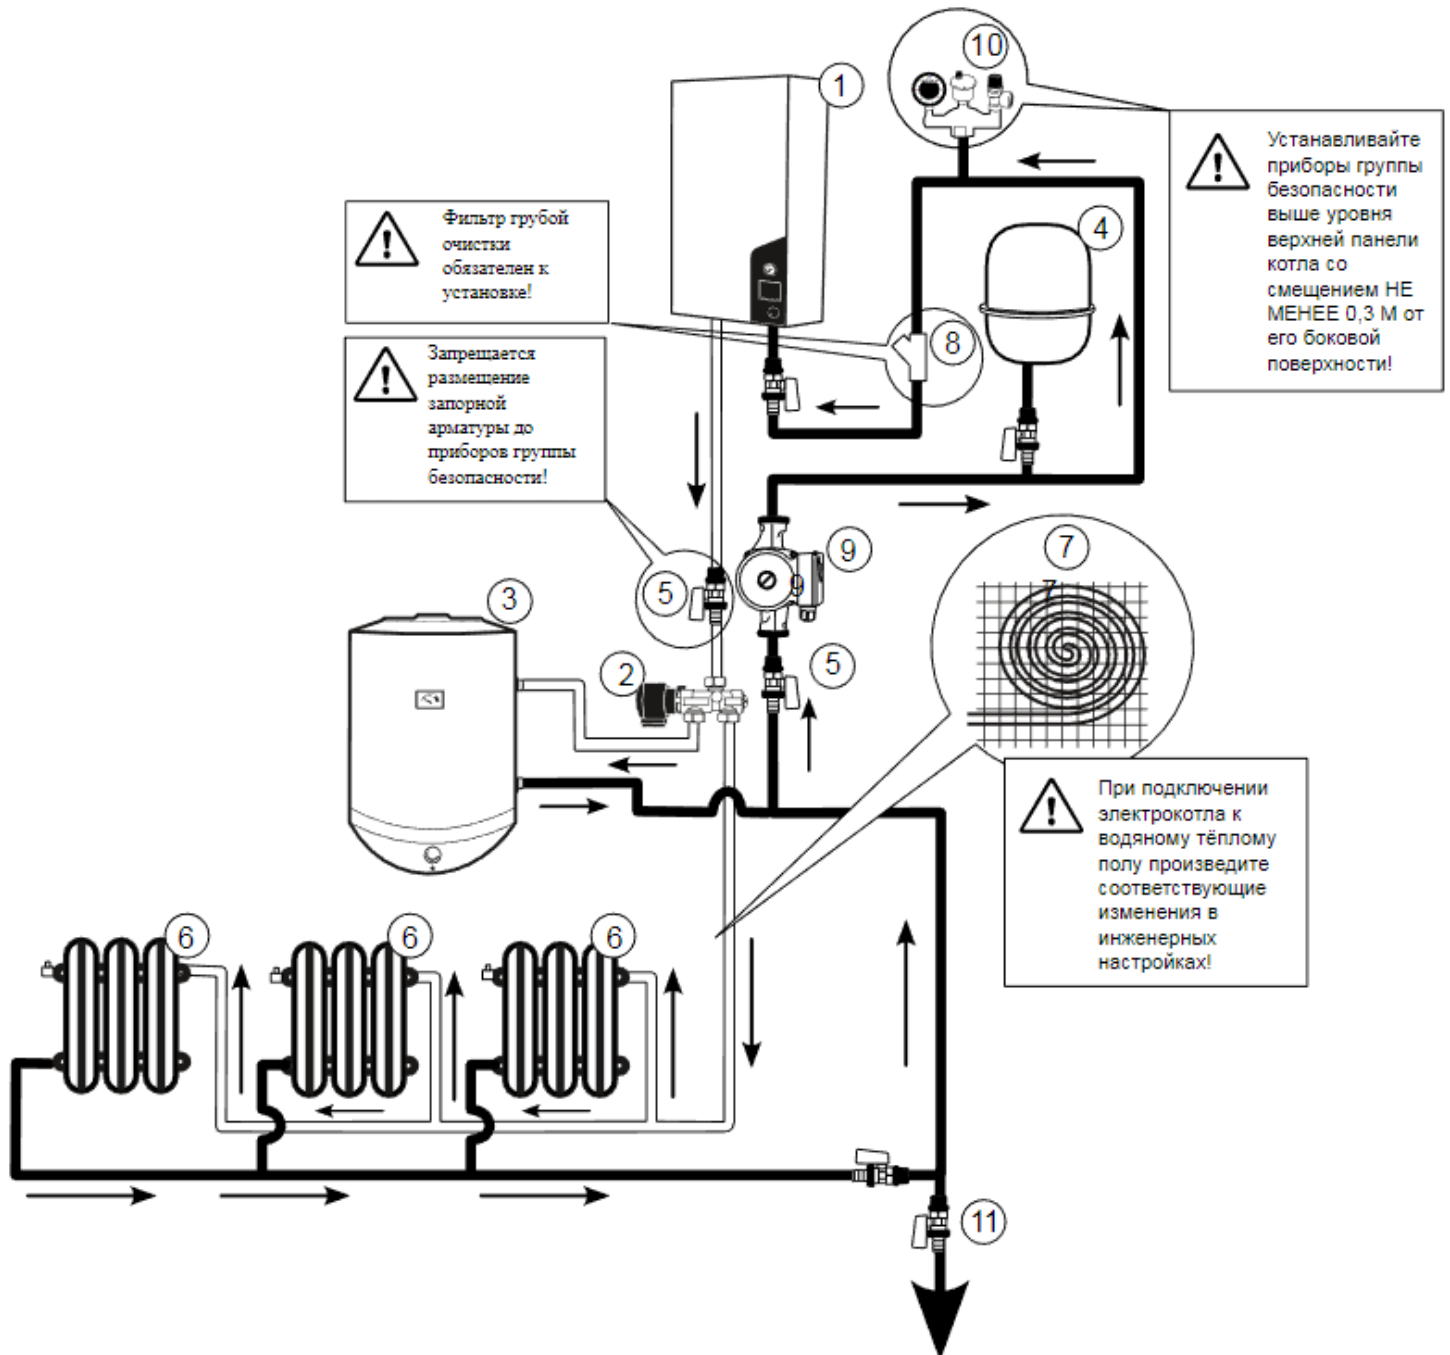

Рис. 5. Примерная схема устройства отопительной системы.
**Подключение котла к системе отопления рекомендуется выполнять таким образом, чтобы в случае необходимости ремонта котла теплоноситель можно было слить только из него, для чего используйте входную и выходную запорную арматуру (см. Рис. 5).**